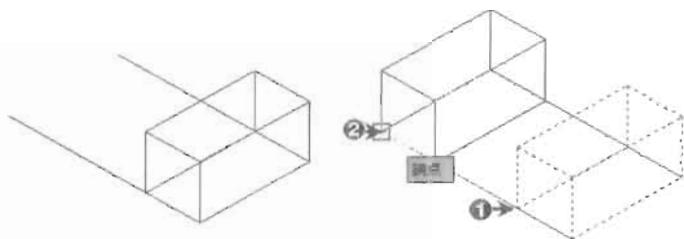

图 11-30
(5) 使用“复制”功能复制长方体和直线，完成后的效果如图 11-30 所示。